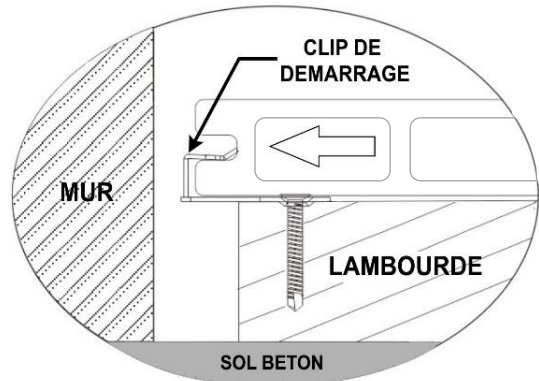

Figure 6
2. Viser le clip de démarrage à l'aide de la vis inox fournie comme indiqué sur le schéma Figure 6.